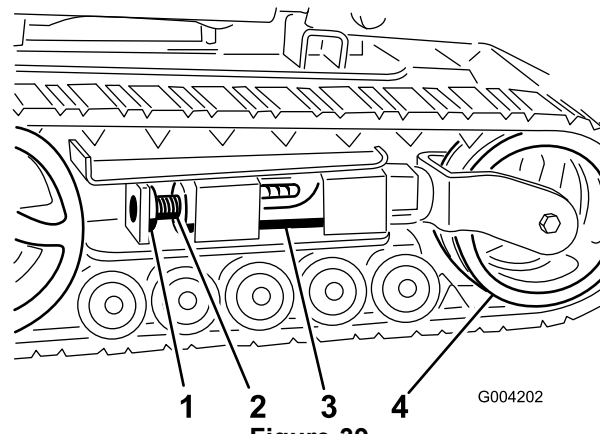
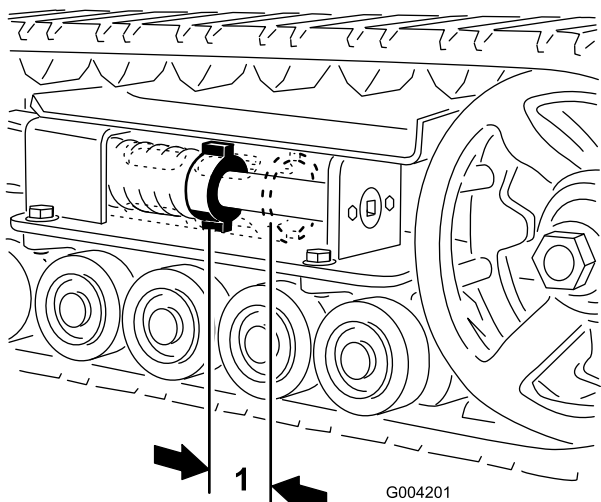
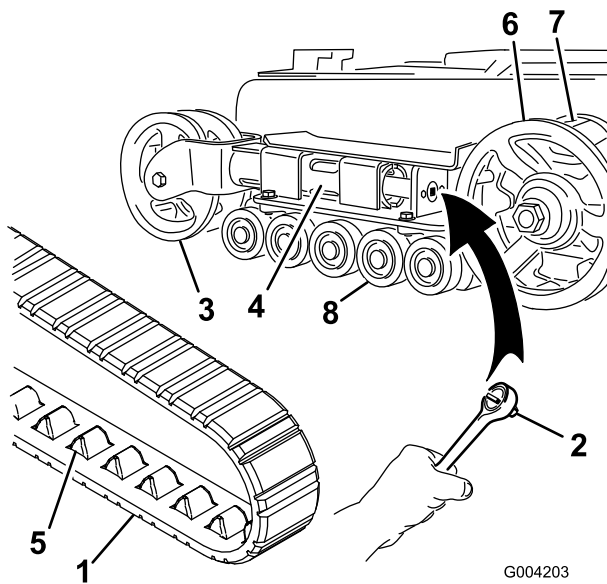
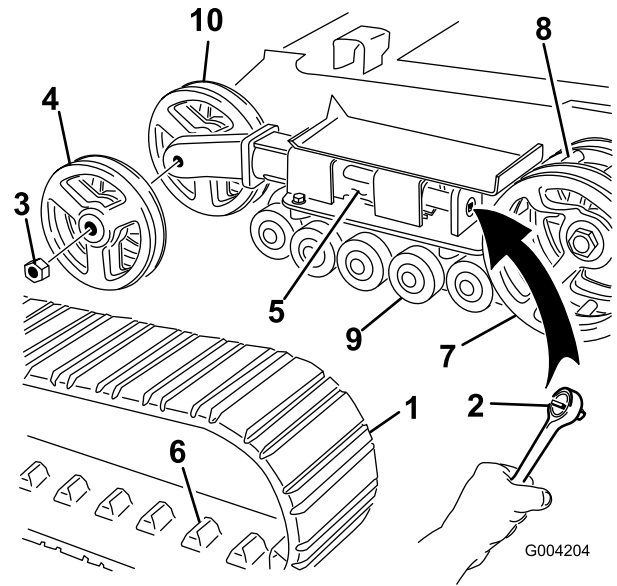

Figure 39
Figure 38
Figure 40
Figure 41
L'écrou de tension et l'arrière du tube de tension doivent être distants de 7 cm (2-3/4 po) (Figure 38). Si ce n'est pas le cas, réglez la tension des chenilles comme suit :
3. Enlevez le boulon et l'écrou de blocage (Figure 39).
4. A l'aide d'un entraînement carré de 1/2 po (Figure 40), tournez la vis de tension dans le sens anti-horaire jusqu'à obtention d'un espacement de 7 cm (2-3/4 po) entre l'écrou de tension et l'arrière du tube de tension (Figure 38).
5. Alignez l'encoche la plus proche dans la vis de tension avec le trou du boulon de blocage et fixez la vis avec le boulon et l'écrou de blocage (Figure 39).
4. A l'aide d'un entraînement carré de 1/2 po, tournez la vis de tension dans le sens horaire pour détendre la transmission (Figure 39 et Figure 40).
4. A l'aide d'un entraînement carré de 1/2 po, tournez la vis de tension dans le sens horaire pour détendre la transmission (Figure 39 et Figure 41).
5. Poussez la roue de tension vers l'arrière de la machine pour appuyer le tube de fourche contre le châssis (Figure 40). (S'il ne touche pas le châssis, continuez de tourner la vis de tension jusqu'à ce qu'il le touche).
7. Lorsque la chenille est déchaussée, retirez-la du barbotin et des galets de roulement (Figure 40).
8. Pour installer la chenille neuve, commencez par l'enrouler autour du barbotin, en veillant à ce que les crampons s'engagent correctement entre les entretoises du barbotin (Figure 40).
9. Poussez la chenille sous et entre les galets de roulement (Figure 40).
11. Tournez la vis de tension dans le sens anti-horaire, de manière à obtenir un écartement de 7 cm (2-3/4 po) entre l'écrou de tension et l'arrière du tube de fourche (Figure 38).
5. Poussez la roue de tension vers l'arrière de la machine pour appuyer le tube de tension contre le châssis (Figure 41). (S'il ne touche pas le châssis, continuez de tourner la vis de tension jusqu'à ce qu'il le touche).
6. Retirez l'écrou de fixation de la roue de tension extérieure et déposez la roue (Figure 41).
7. Déposez la chenille (Figure 41).
8. Retirez l'écrou de fixation de la roue de tension intérieure et déposez la roue (Figure 41).
12. Posez la roue de tension intérieure et fixez-la avec l'écrou retiré précédemment (Figure 41).
14. Posez la chenille neuve en prenant soin que les crampons s'engagent entre les entretoises au centre du barbotin (Figure 41).
15. Posez la roue de tension extérieure et fixez-la avec l'écrou retiré précédemment (Figure 41).
17. Tournez la vis de tension dans le sens anti-horaire, de manière à obtenir un écartement de 7 cm (2-3/4 po.) entre l'écrou de tension et l'arrière du tube de tension (Figure 38).